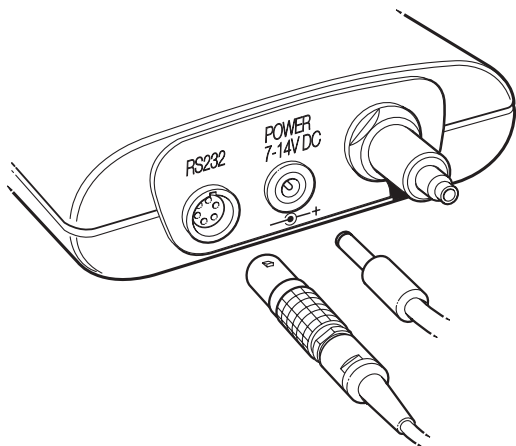

Abbildung 2-2: Elektrische Anschlüsse
2.2 Elektrische Anschlüsse (Abbildung 2-2 und 2-3)